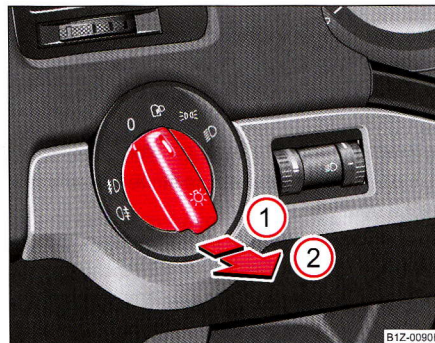

Fig. 43 Tabloul de bord: Înterupătorul de lumină
- Rotiți apoi înterupătorul ⇒ fig. 43 în poziția ☞ sau ☞.
- Acționați înterupătorul până la **prima** treaptă ①.
- Acționați înterupătorul până la **a doua** treaptă ②.